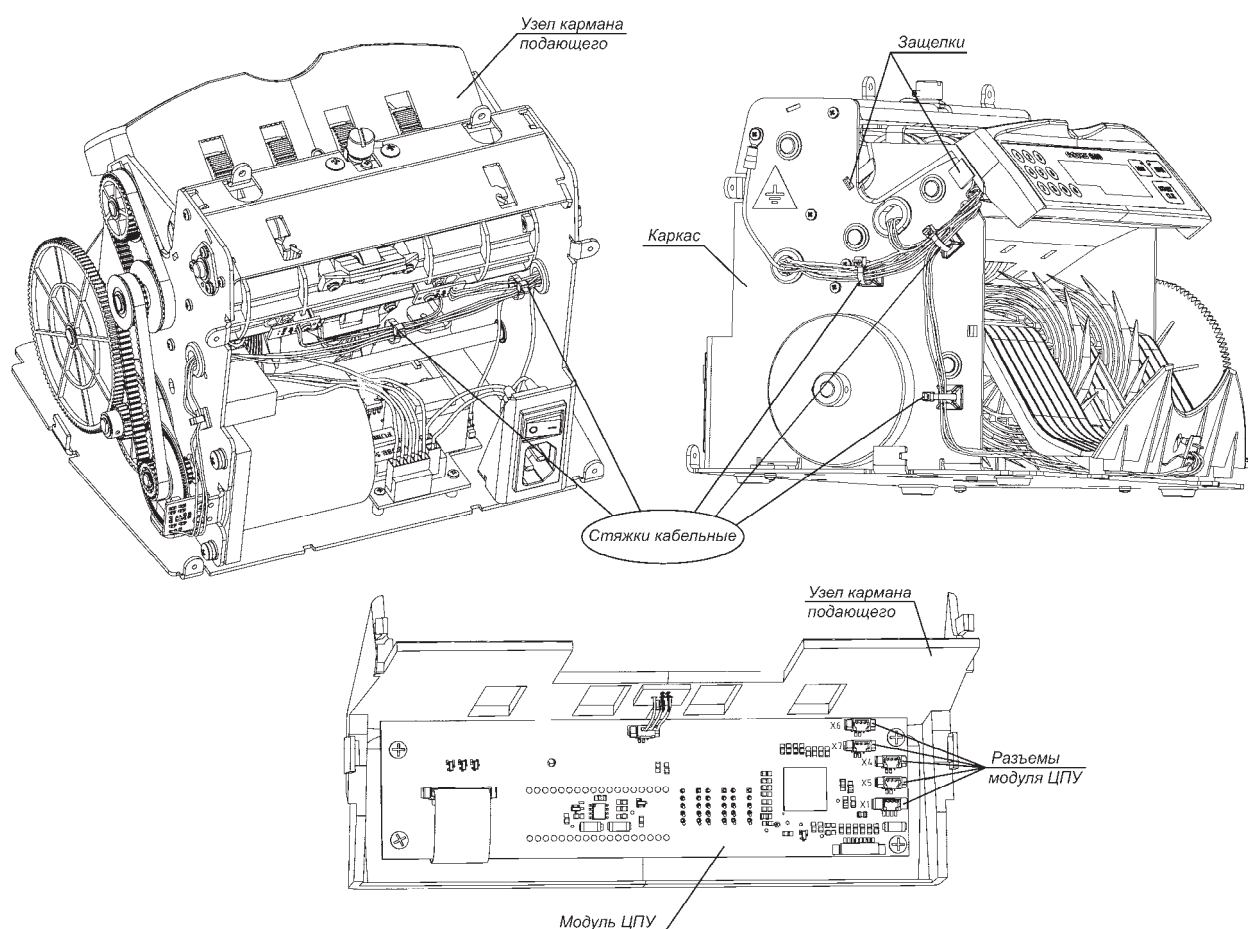

Рис. 7
2. Удалите шесть стяжек кабельных при помощи бокорезов (рис. 7).